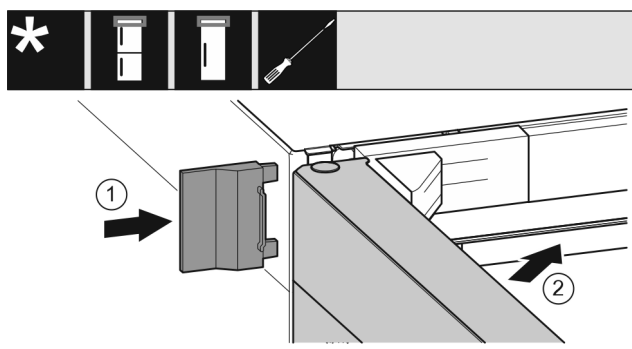

Fig. 66
- ▶ Insérer le cache extérieur Fig. 66 (1).
- ▶ Fermer la porte supérieure Fig. 66 (2).